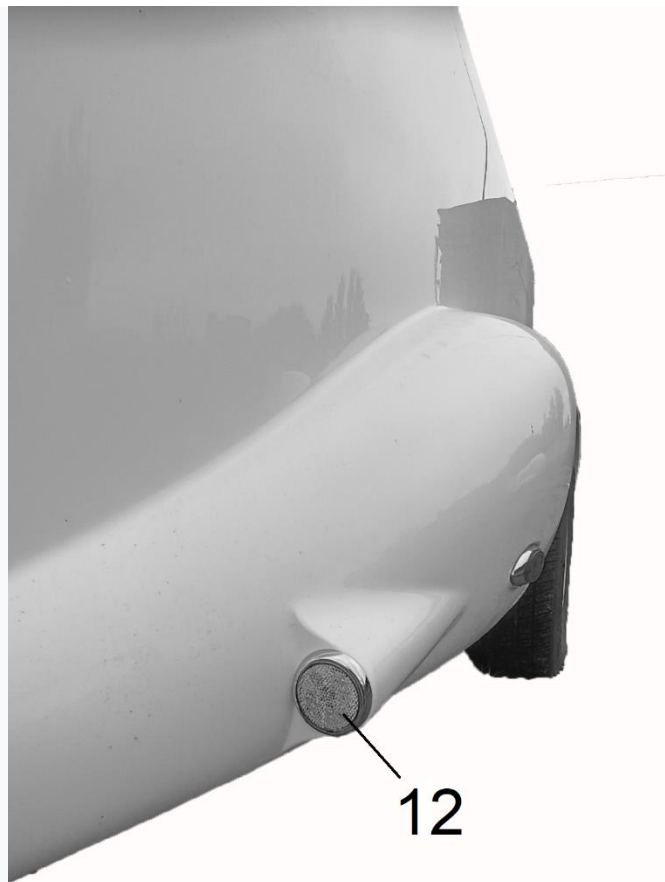

Рис. 6.9 – Передні білі габаритні ліхтарі
У разі необхідності заміни передніх білих бокових габаритів (12) (рис.6.9) потрібно виконати ряд дій: